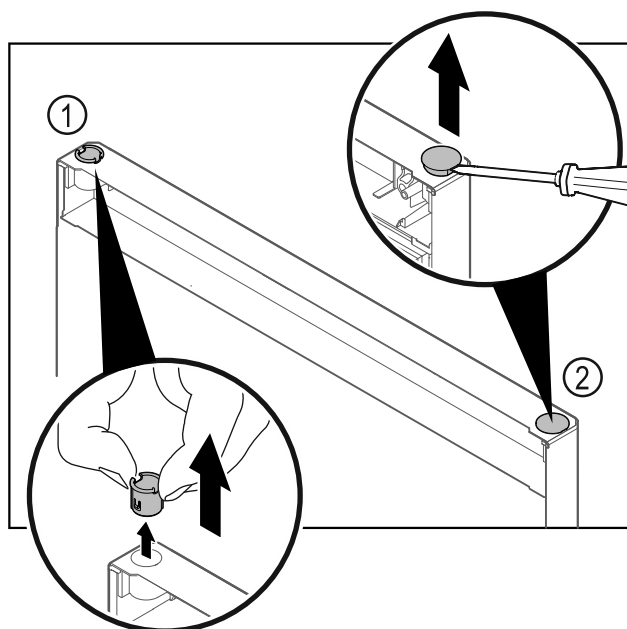

Fig. 39 冷冻区门
- 用手指拔出合页衬套 Fig. 39 (1)。
- 用带槽螺丝刀小心撬起盖塞 Fig. 39 (2)并将其拔出。